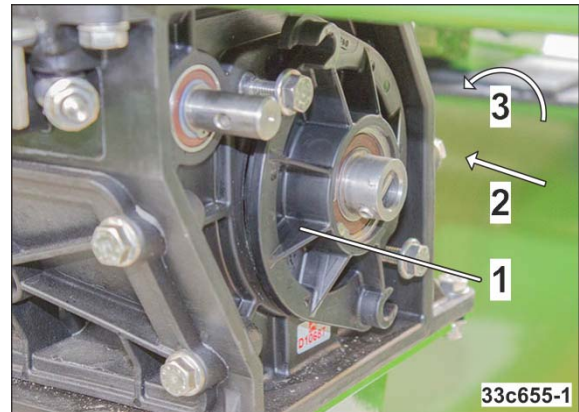

Fig. 268
2. Schlieen Sie die ffnung des Vorratsbehlters ber dem Dosierer mit dem Schieber (Fig. 268/1) (siehe Kap. „Dosierwalze aus- / einbauen“, Seite 127).
6. Ziehen Sie den Schieber (Fig. 268/1) langsam aus dem Dosierer.